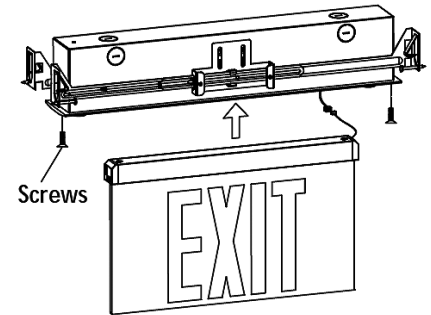

Figure 1
1. Position recessed kits between joists. Make sure bar hangers are oriented in the correct position. Position recessed kits temporarily by hammering "nail-in" tabs on bar hangers, then secure permanently with nails. Bar hangers should be level with bottom of joists. To secure, adjust height of recessed kits vertically using adjusting slots, then tightening all screws on adjusting slots and bar hanger bracket. See Figure 1.
1. Placez les kits d'encastrement entre les solives. Assurez-vous que les supports de barre sont orientés dans la bonne position. Fixez temporairement les kits d'encastrement en enfonçant à coups de marteau les languettes « à clouer » des supports de barre, puis fixez-les définitivement à l'aide de clous. Les supports de barre doivent être à fleur avec la face inférieure des solives. Pour les fixer, réglez la hauteur des kits encastrés verticalement à l'aide des fentes de réglage, puis serrez toutes les vis des fentes de réglage et du support de fixation. Voir la Figure 1.